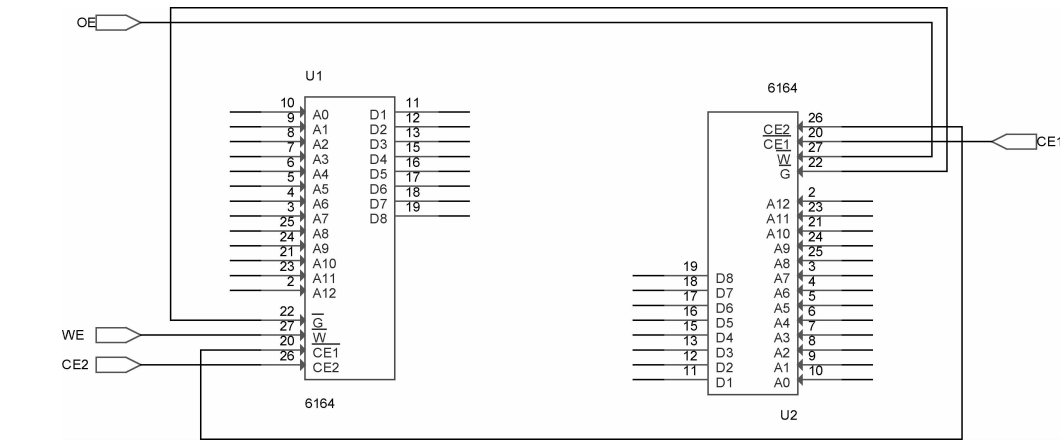

图 6-251 完成布线
3) 绘制导线。选择菜单栏中的“Place（放置）”→“Wire（导线）”命令，或单击“Draw（绘图）”工具栏中的“Place wire（放置导线）”按钮，绘制除了总线之外的其他导线，如图 6-251 所示。